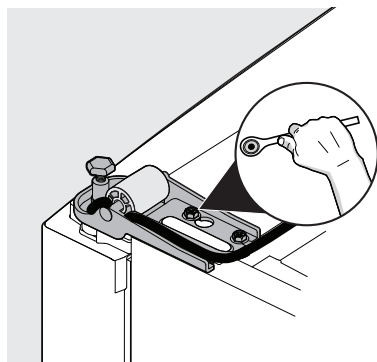

Figura 4
7. Quite la bisagra inferior usando una llave de 5/16" (8mm) (vea la figura 4).